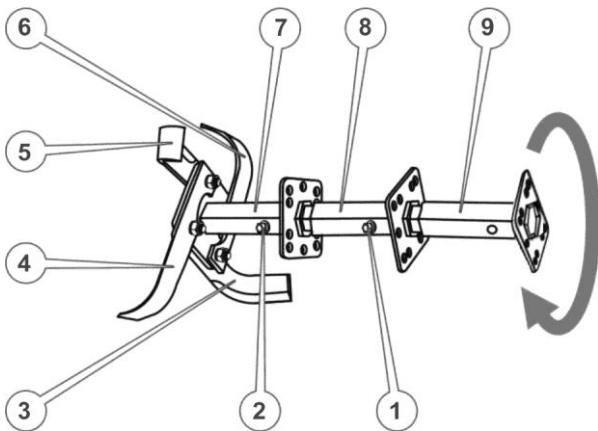

Рисунок 5. Грунтофреза
1. Вставити додаткову маточину ротора в шестигранний отвір основної маточини та зафіксувати, щоб уникнути можливого осьового зсуву, пальцем із шплінтом (див. рис. 5.)
- стрілкою на рис. 5.), кріпильні отвори ножів збіглися з отворами квадрата, при цьому кінцевий отвір одного ножа (поз. 3) збігається із серединним отвором іншого ножа (поз. 4). Утримуючи ножі в такому положенні, вставити в отвір кріпильний палець та зафіксувати шплінтом.